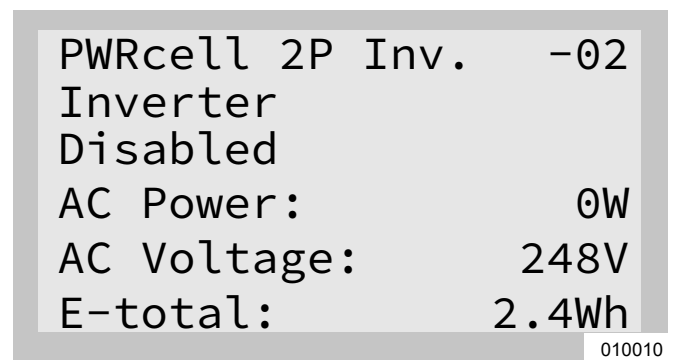

Figura 6-7. Activación del inversor (1 de 4)
1. Consulte la Figura 6-7. Use la tecla de flecha hacia la derecha para desplazarse hasta la página de dispositivo del inversor.